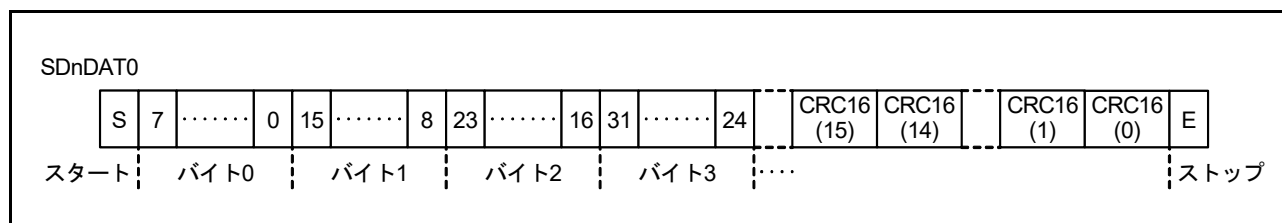
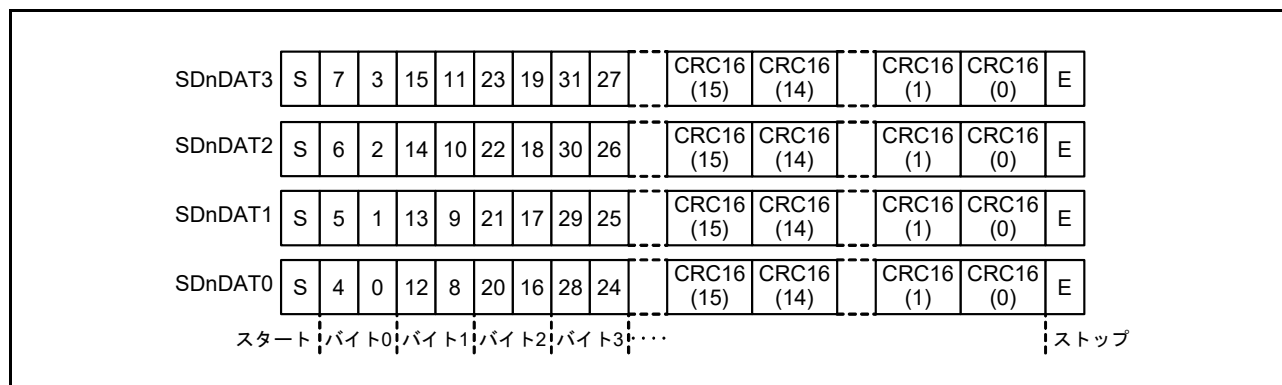

図 41.2 1ビット幅モードのSDnDAT
図 41.3 4ビット幅モードのSDnDAT
1. SD/MMC ホストインタフェースが SDnDAT 信号により SD カード/MMC からデータを受信する (図 41.2 および図 41.3 を参照)。